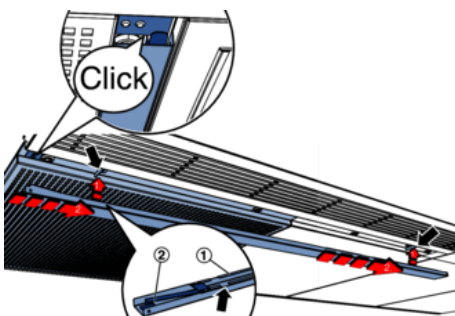

Abb. 81: Abdeckleiste anbringen
2. ▶ Abdeckleiste (Abb. 81/1) am Revisionsdeckel in gezeigter Position aufstecken und in Richtung Gerätemitte aufschieben, bis die Verriegelungsfeder (Abb. 81/2) hörbar mit einem Klicken einrastet.